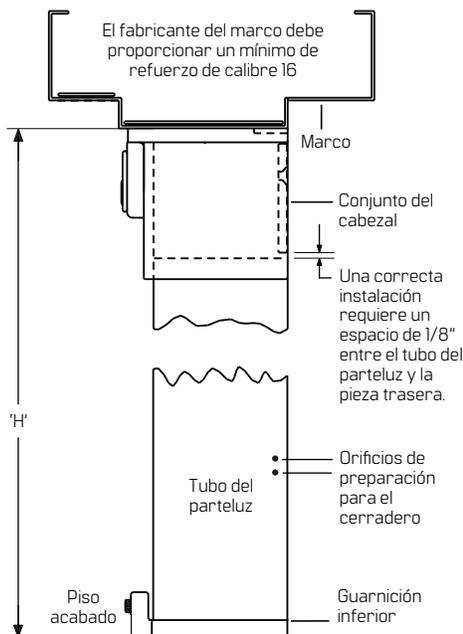

Figura 8 Determinación de la longitud del tubo del parteluz, se muestra la unidad KR
- 4.1 Mida la distancia "H" como se muestra en la **Figura 8**.